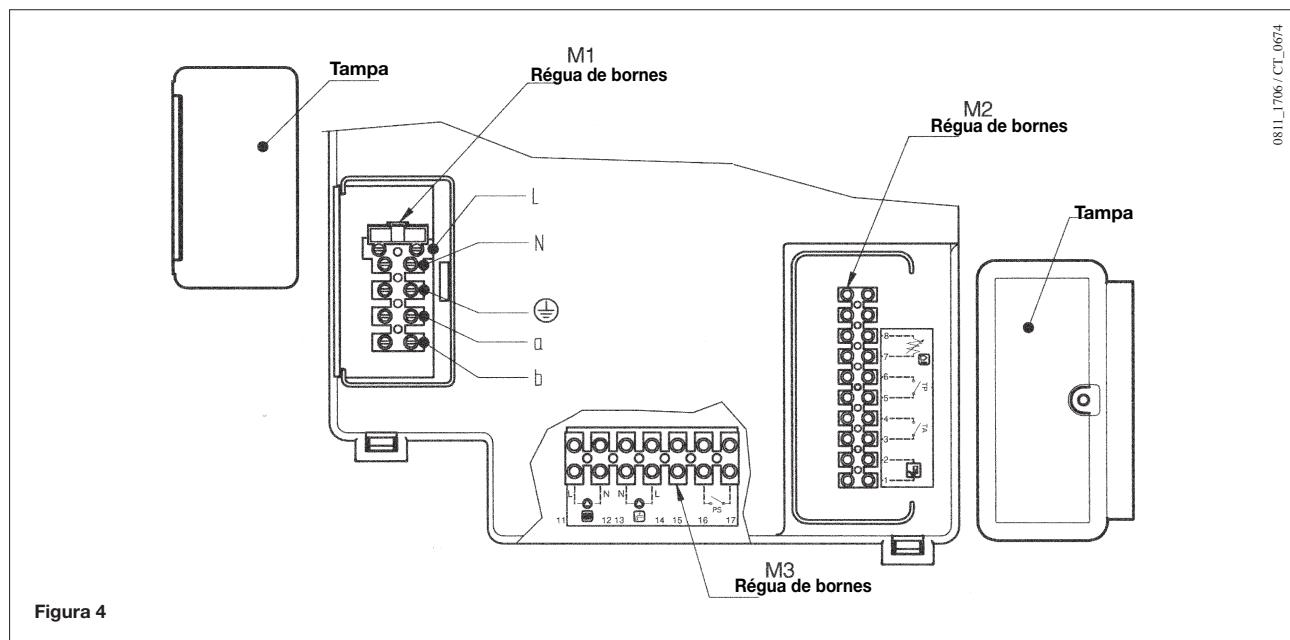

Figura 4
- O fusível, do tipo rápido de 3,15 A, está incorporado na régua de bornes de alimentação (figura 4). Extrair o porta-fusíveis preto para controlo e/ou substituição.
Rodar a caixa de comandos para baixo e aceder à régua de bornes M1 e M2 destinadas às ligações eléctricas retirando as duas tampas de protecção (ver figura 4).
O regulador climático modelo **QAA73** (acessório opcional, sob pedido) deve ser ligado aos bornes 1-2 da régua de bornes **M2** da figura 4.
A sonda exterior modelo **QAC34** (acessório opcional, sob pedido) deve ser ligada aos bornes 7-8 da placa de bornes M2 da figura 4.